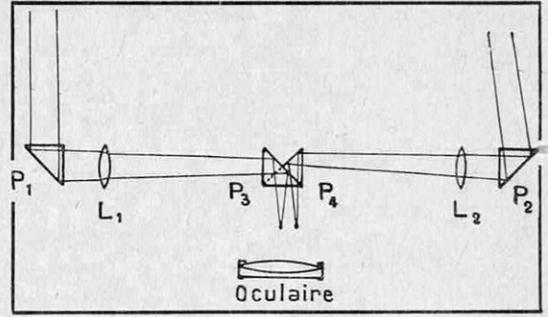

FIG. 6. — SCHÉMA DE PRINCIPE D'UN TÉLÉ-MÈTRE UTILISÉ EN PHOTOGRAPHIE
*Les appareils à télémètres.* — Les télémètres utilisés sont, en modèles réduits, identiques à ceux employés dans la marine de guerre, ou l'artillerie, pour apprécier les distances (voir fig. 6). On sait que ceux-ci sont constitués par un système optique donnant, de l'objet visé, deux images superposées, décalées l'une par rapport à l'autre d'une quantité qui dépend de la distance de l'objet. Un dispositif à commande manuelle permet de ramener en coïncidence les deux images, et, dans les appareils d'artillerie ou de marine, la lecture du déplacement de ce dispositif donne la distance à l'objet visé. Dans les télémètres montés sur les appareils photographiques, le système de commande est relié directement à l'objectif par un dispositif mécanique approprié,